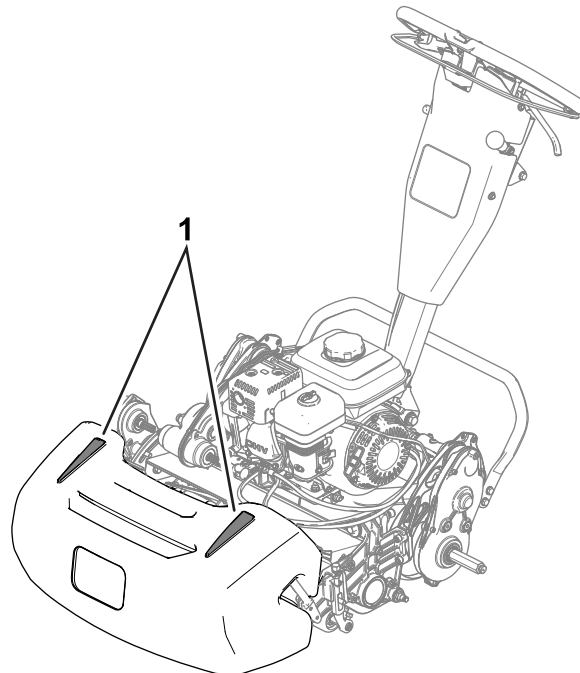

Figura 24
- Pentru a ajuta la menținerea unei linii drepte peste spațiul verde și pentru a menține mâna la o distanță egală de marginea tăieturii anterioare, utilizați dungile de aliniere de pe co (Figura 24).